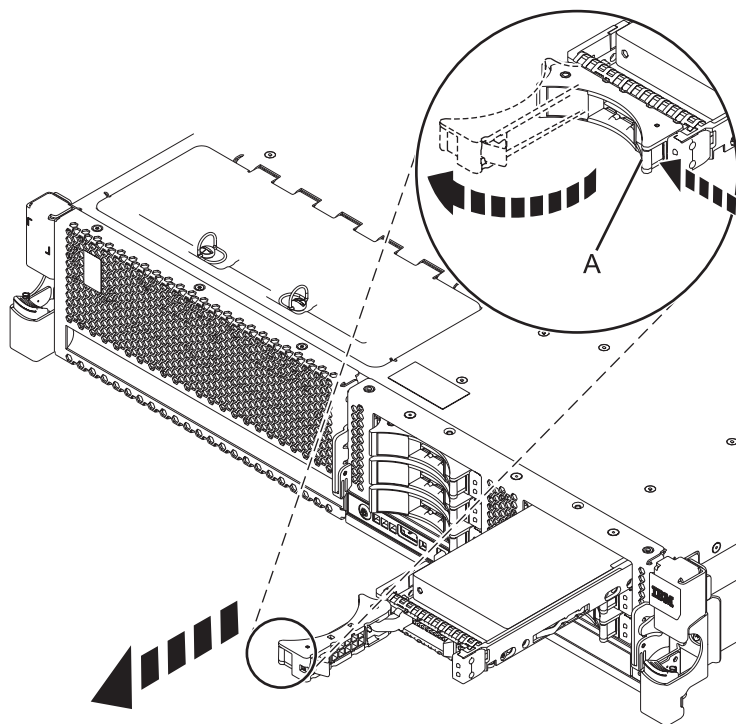

Figure 18. Retrait d'une unité de disque du système
- a. Lorsque le voyant d'identification clignote, déverrouillez la poignée de l'unité en appuyant dessus et en la tirant vers vous, comme illustré à la figure 18, à la page 30.